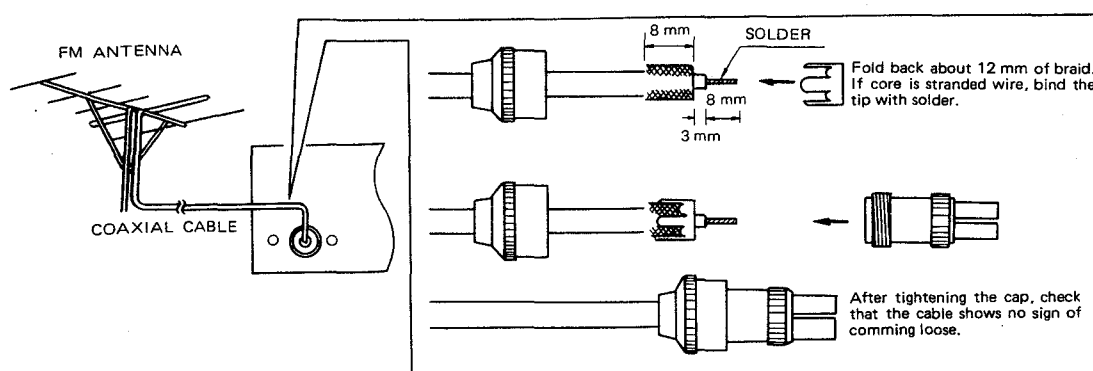

Fig. 4
• FM OUTDOOR ANTENNA CONNECTION (Fig. 4)